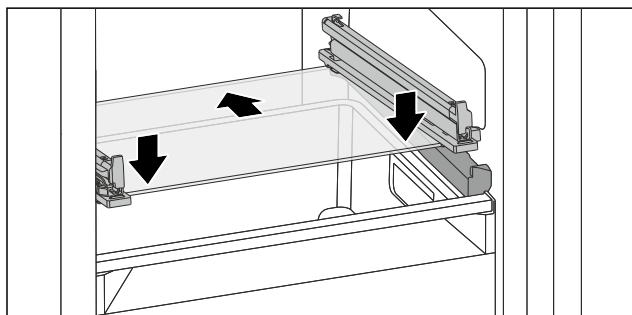

Fig. 178 Скляна пластина відкидного висувного ящика
- ▶ Встановити скляну пластину за стопорами навскоси. (див. Fig. 178)